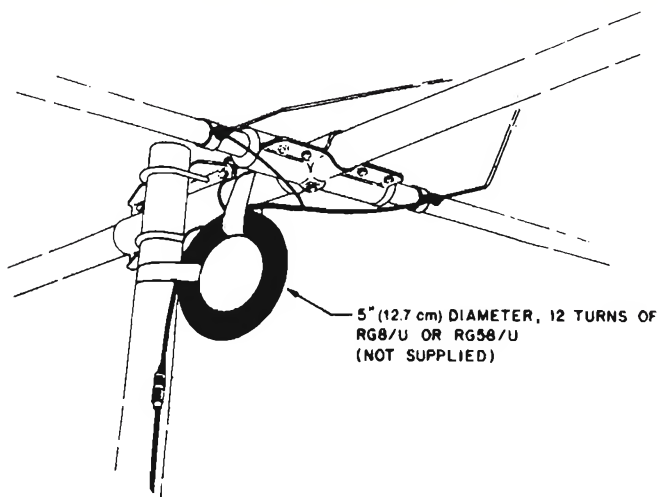

figura 1
In figura 1 viene consigliato dalla **hy-gain** un balun costituito da 12 spire di RG-8 avvolte su un diametro di 127 millimetri.
- 4) La calza del cavo B deve essere saldata al centrale del cavo A, e questa sarà la prima uscita; la seconda uscita sarà la calza del cavo A. Non vi è necessità di altre spiegazioni: la figura 5 è molto chiara. Fornendo radiofrequenza all'ingresso, all'uscita avremo rispetto massa, cioè unione di cavi A e B, una tensione a RF pressoché uguale ma in opposizione di fase adatta per alimentare un sistema radiante a ingresso simmetrico. Il principio tra questo balun e quello di figura 1 è praticamente lo stesso, solo che quello consigliato dalla **hy-gain** non possiede la linea di compen-
sazione (cavo B, figura 5) quindi non è fornito di qualità proprio eccellenti. Per ricollegarmi al discorso fatto all'inizio, nel caso della figura 5 la costruzione non è molto immediata come quella della figura 1; non tutti coloro che comperano le antenne hanno la volontà, la pazienza e predisposizione per fare anche i lavori più semplici (non me ne vogliano).